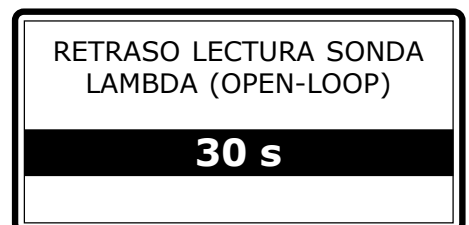

Fig. 29
- desde el arranque del motor, verifiquen cuánto tiempo le ocurre a la tensión para pasar de fija 0,8 V a oscilante entre 0,2 V y 0,8 V. Este será el tiempo que tendrán que introducir en el ("RETRASO LECTURA SONDA LAMBDA") (Fig. 29) aumentado de unos segundos. De esta manera la caja de los mandos del LEONARDO ignora la señal de la Sonda Lambda manteniendo el motor paso-paso parado en el valor de DEFAULT, hasta cuando la caja de inyección desbloquee el funcionamiento de la Sonda Lambda.